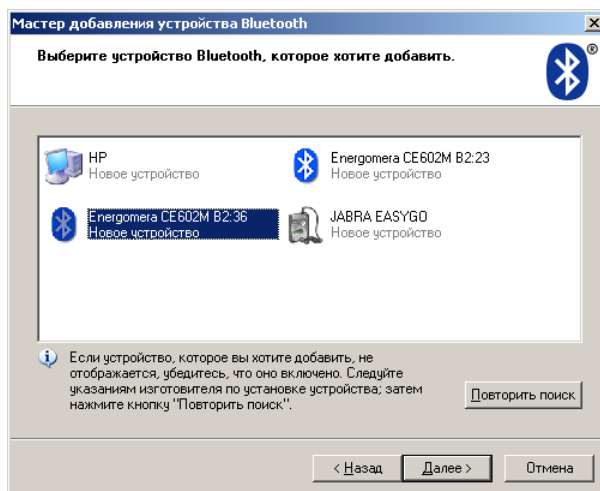

Рисунок 3.3 – Добавление устройства Bluetooth.
- в открывшемся окне (рисунок 3.3) запустится поиск устройств Bluetooth, по истечении некоторого времени откроется список найденных устройств, из них выбрать устройство с именем «Energomera CE602M XX:XX», где XX:XX – комбинация шестнадцатеричных чисел, и нажать клавишу «Далее». Имя устройства можно посмотреть в меню прибора: «Настройки прибора» (см. Руководство по эксплуатации на прибор пп.4.5.5.1).